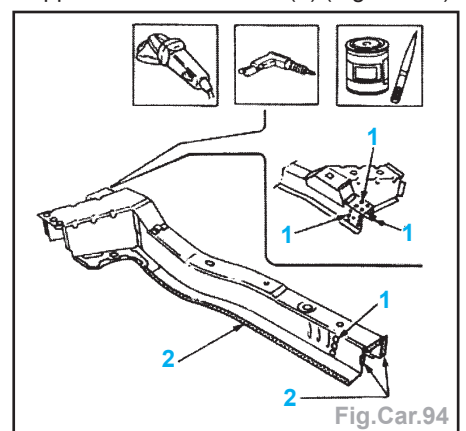

Fig.Car.94
- Effectuer des trous (1) et appliquer un apprêt électro-soudable (2) (Fig.Car.94).